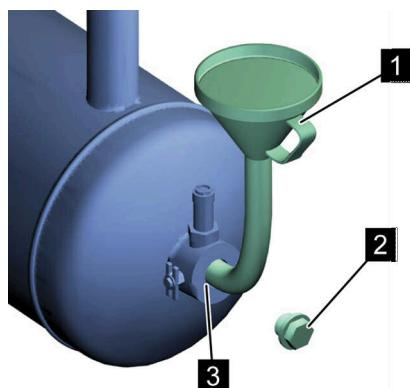

Рис. 40: Заливной штуцер
8. При помощи воронки (Рис. 40/1) залейте охлаждающую жидкость до заливной кромки заливного штуцера (Рис. 40/3).
10. Вставьте резьбовую пробку наливного отверстия (Рис. 40/2) и затяните ее «Приложение В «Моменты затяжки винтов» на странице 133».